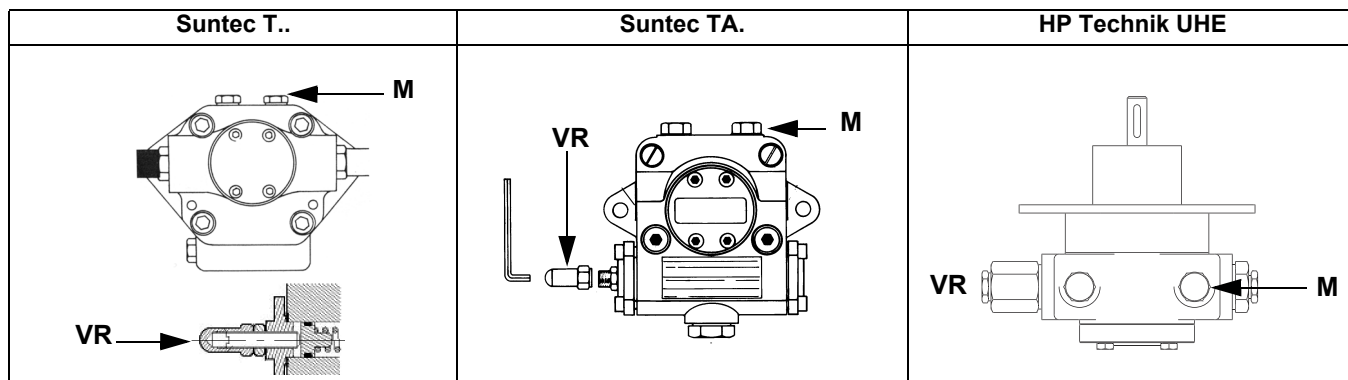
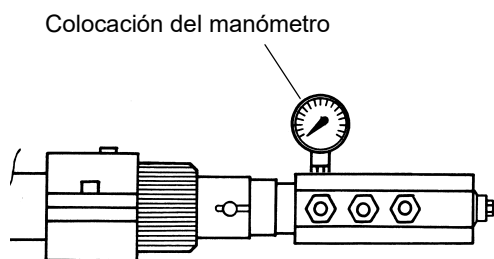

Fig. 8
Fig. 9
- 3 purgar el aire de la conexión (**M**) manómetro de la bomba (Fig. 8), aflojando levemente el tapón, sin quitarlo; luego soltar el contactor;
- 5 La presión de alimentación de la boquilla ya es previamente calibrada en fábrica y no debe ser modificada. Sólo si fuera necesario, regular la presión de alimentación (véase apartado correspondiente) de la siguiente manera: colocar un manómetro en la posición indicada en Fig. 9 intervenir en el tornillo de regulación **VR** de la bomba (véase Fig. 8) hasta obtener una presión en la boquilla igual a 20 bar (boquillas Monarch o boquillas Bergonzo – véanse gráficos en pag. 41-34)